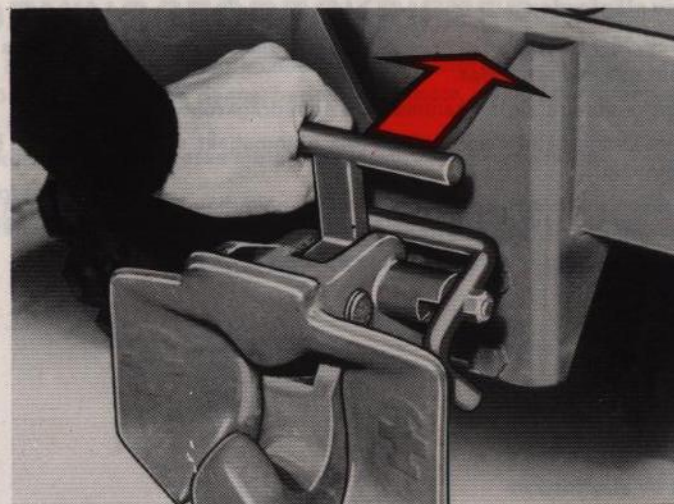

Bild 46. Manöverhandtag
3. Om dragkroken inte låser automatiskt kan manöverhandtaget dras bakåt för hand tills spärrhandtaget går in i spärrläge. Håll handen enligt bild 46.